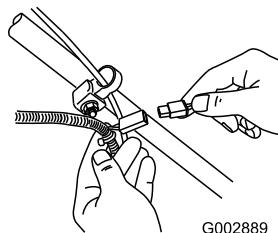

Figura 36
- Conecte el cargador al arnés de cables del cortacésped, situado debajo de la llave de contacto (Figura 36).